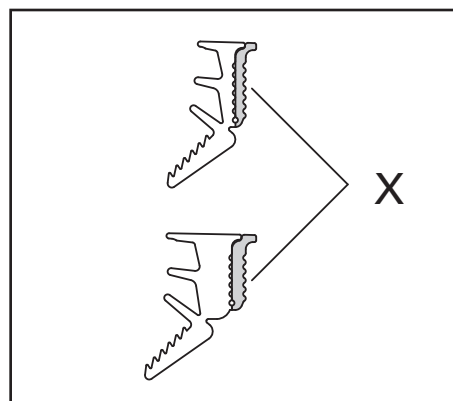

Abb. 25 / Fig. 25 / Fig. 25
- Je nach Fugenbreite Zusatzlappen X vorgängig abreißen (Abb. 25).
- En fonction de la largeur du jeu, découper précédemment la lèvres complémentaire X (fig. 25).
- Depending on the gap width, tear off additional lip X in advance (fig. 25).